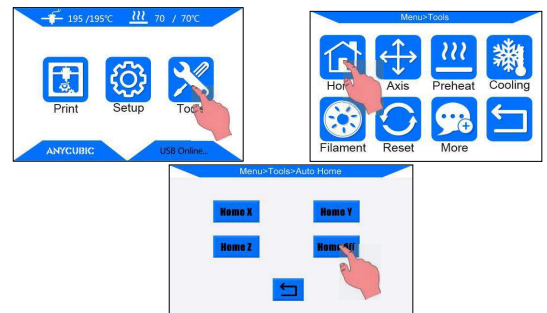

図 10
**Step 2.** 図10のようにメインメニューから「Tools」→「home」→「home All」アイコンをクリックします。これで各軸が原点に戻ります。この状態では各モーターはまだオフになっていませんのでその位置で固定されています。この状態では手でX/Y/Z軸を移動することができます。